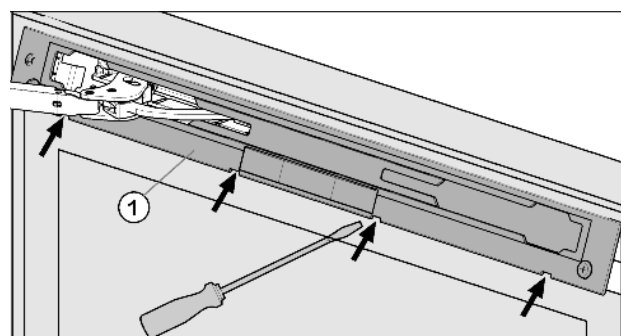

Рис. 4
- ▶ Снимите заглушку как показано на Рис. 4 (1) с помощью отвертки со шлицевой головкой.